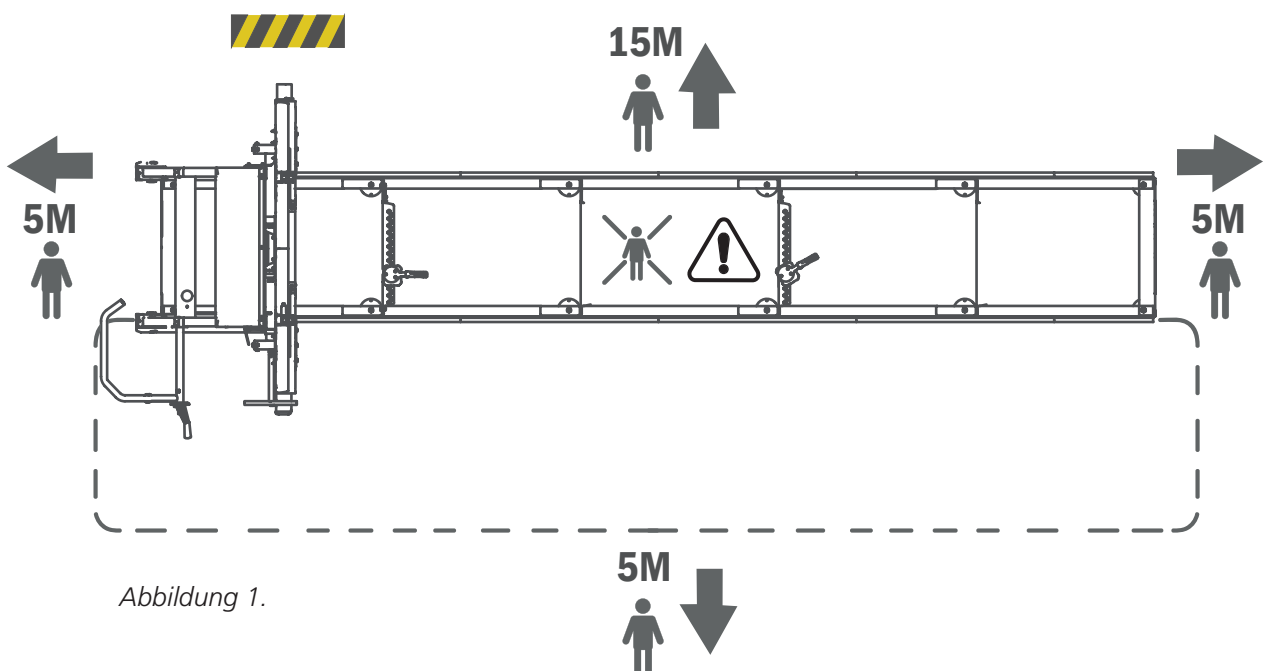

Abbildung 1.
-  Der Mindestsicherheitsabstand um das Sägewerk ist in Abbildung 1 dargestellt. Beachte, dass der Sicherheitsabstand auf der linken Seite des Bandsägewerks 15 m beträgt, da die Gefahr besteht, dass Sägeblattstücke aus dem Spänstutzen ausgeworfen werden können falls ein Band bricht. Auf den anderen Seiten des Sägewerks beträgt die Sicherheitsentfernung 5 m. [Abbildung 1]